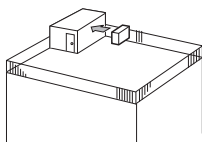

Fig. 2-4
① Fordítsa a levegőkiáramló nyílást a legközelebbi fal felé, attól mintegy 35 cm-re. (Fig. 2-4)